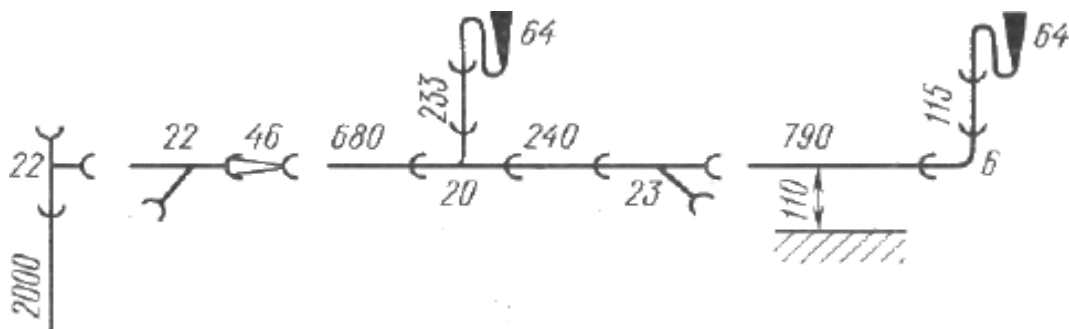

Рисунок 3.3 — Монтажний ескіз санітарно-технічного вузла
8. Проставити на ескізі стояка: типи і розміри використаних фасонних частин, розміри прив'язки до рівня чистого полу і стінам санітарних вузлів; величини прийнятих ухилів трубопроводу (рис. 3.3).